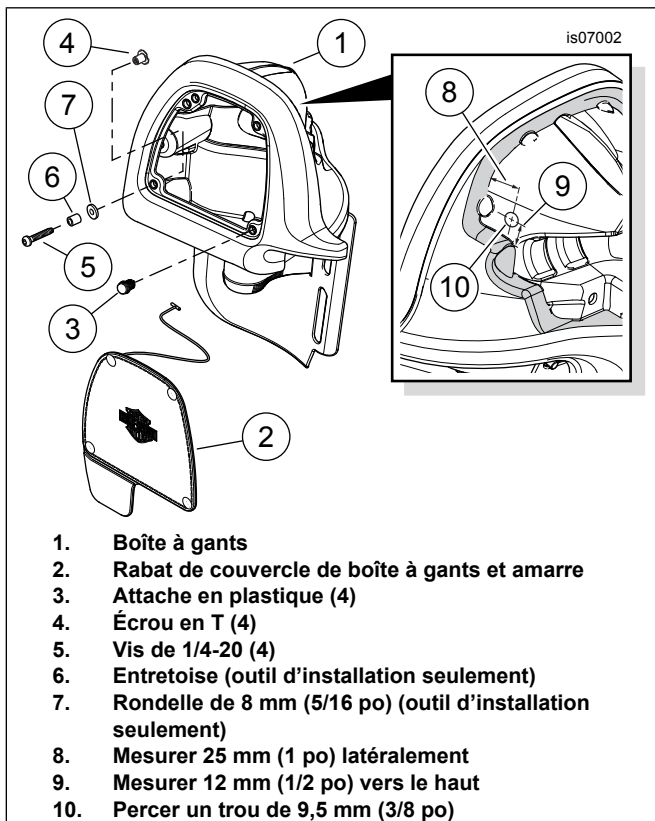

Figure 1. Préparation de la boîte à gants pour l'installation du haut-parleur (côté gauche illustré)
1. Voir Figure 1. Retirer le rabat de couvercle et l'amarre (2) de la boîte à gants (1) sur un carénage inférieur. Couper l'arrière des 4 attaches en plastique (3), les sortir du devant de la boîte à gants et les jeter.